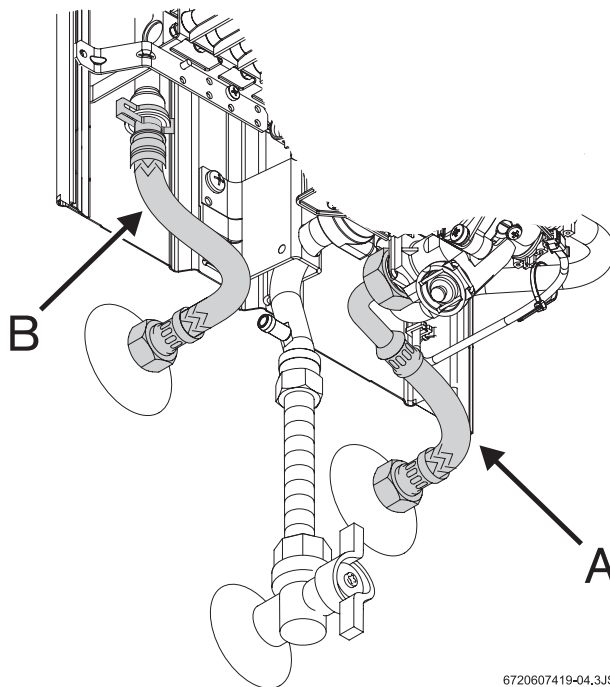

Fig. 5 Conexão da água
- ▶ Identificar a tubulação de água fria (Fig. 5, pos. A) e de água quente (Fig. 5, pos. B), de forma a evitar uma possível troca.